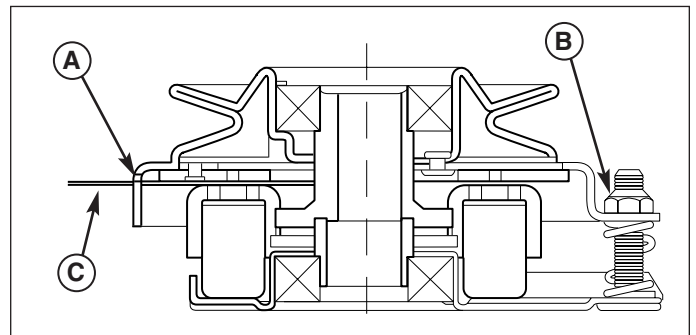

Figure 27. Réglage de l'embrayage de la PDF
3. Insérer une jauge d'épaisseur de 2,5 - 4,0 mm (C) dans chaque orifice en plaçant la jauge entre la face du rotor et la face de l'induit (figure 27).